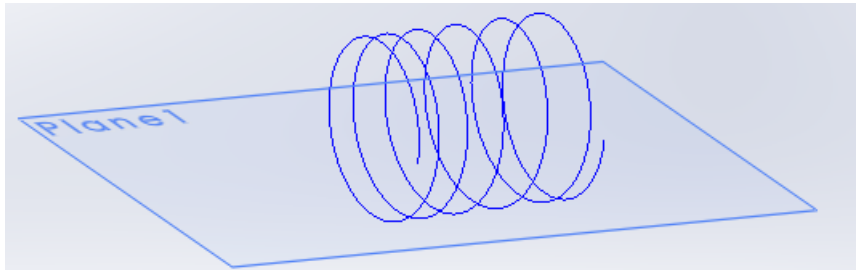

Рисунок 2.3 – Додаткова площина
3. Після останньої дії буде створено площину (рис. 2.3).